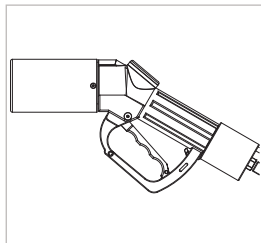

Figure 10
- ▶ Débranchez le nozzle de ravitaillement du distributeur. Le levier de commande (pos. 7) doit être en position OFF (Figure 10).